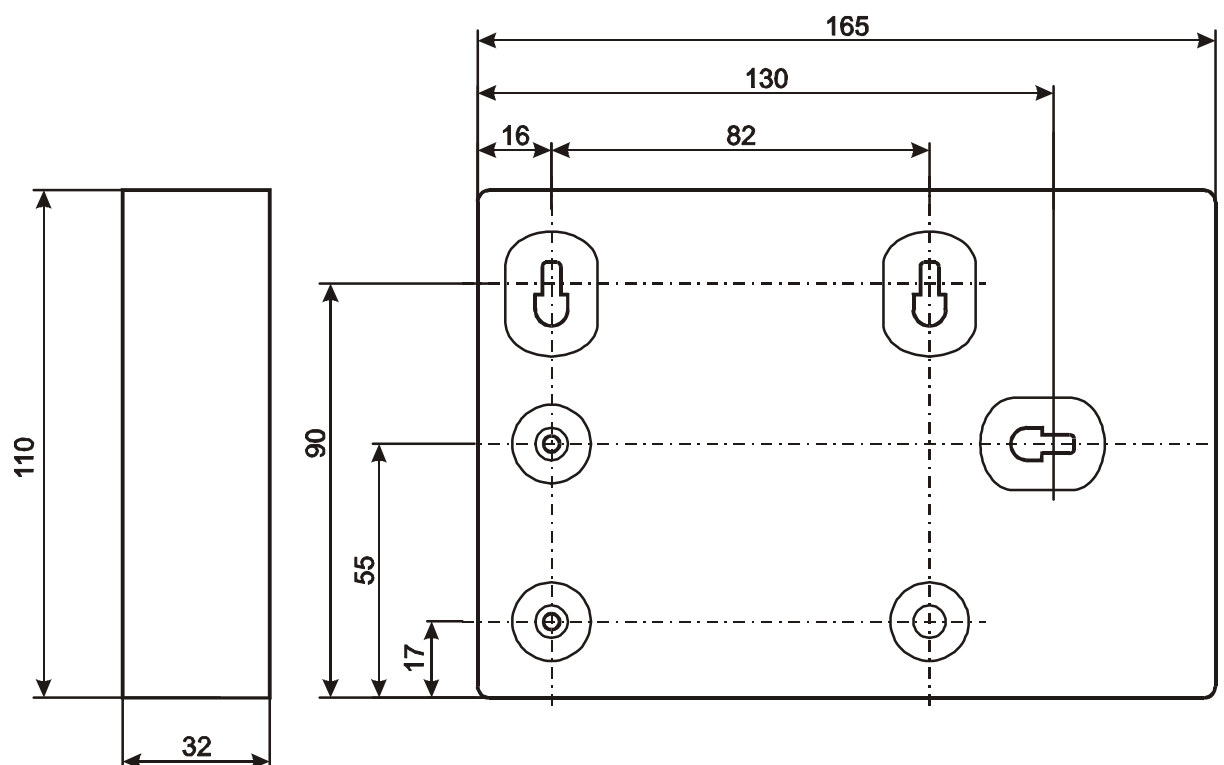
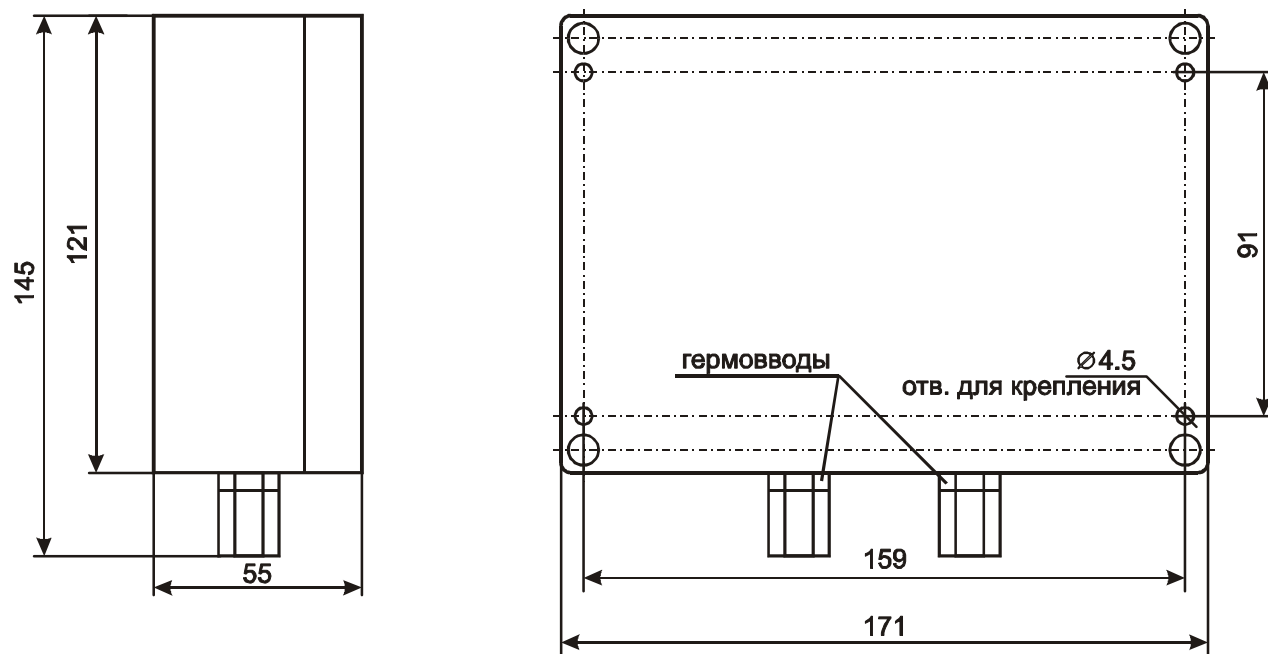

Рис. 3 Внешний вид, габаритные и присоединительные размеры (исполнение IP20)
Рис. 4 Внешний вид, габаритные и присоединительные размеры (исполнение IP65)
5.1 Внешний вид и габаритные размеры БЛ показаны на Рис. 3 и на Рис. 4.